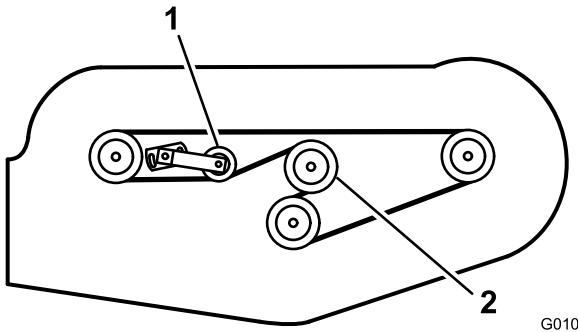

Bild 29
6. Verlegen Sie den neuen Riemen um die Riemscheibe des Getriebes, die Spindelriemscheiben, die starre Riemscheibe und die verstellbare Riemscheibe (Bild 29).